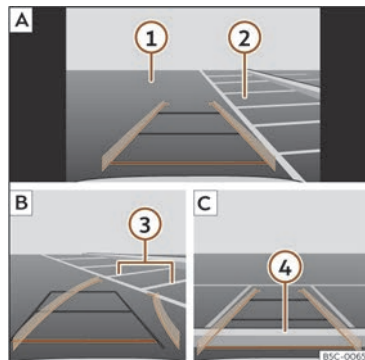

Abb. 165 Anzeige auf dem Bildschirm des Infotainment-Systems: Einparken mit dem Rückfahrrassistenten.
Legende zur >>> (**Abb. 165**):
- Bringen Sie das Fahrzeug vor die Parklücke >>> **(Abb. 165) ② A**.
- Fahren Sie rückwärts und drehen Sie das Lenkrad so, dass die gelben Linien in die Parklücke weisen. Die grünen und gelben Linien müssen mit den seitlichen Begrenzungslinien übereinstimmen **③ B**.
- Halten Sie das Fahrzeug an, wenn die rote Linie die hintere Begrenzung erreicht hat **④ C**.